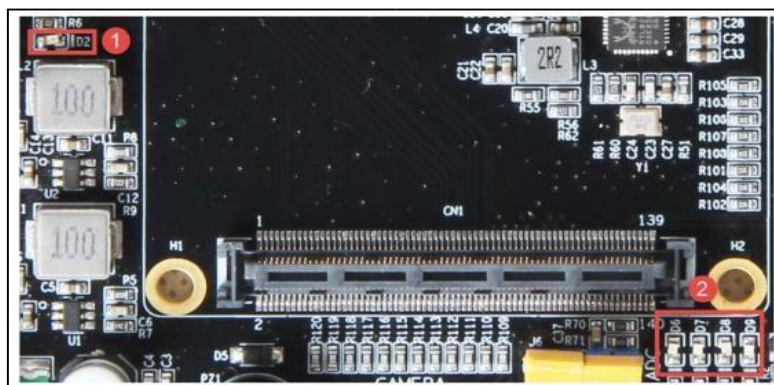

图 3.4-29 升腾 Mini 底板 LED 实物图
如图 3.4-29 所示为开发板上的 LED 灯实物图，其中①框中是电源指示灯；②框中是四个供用户使用的 LED 灯。